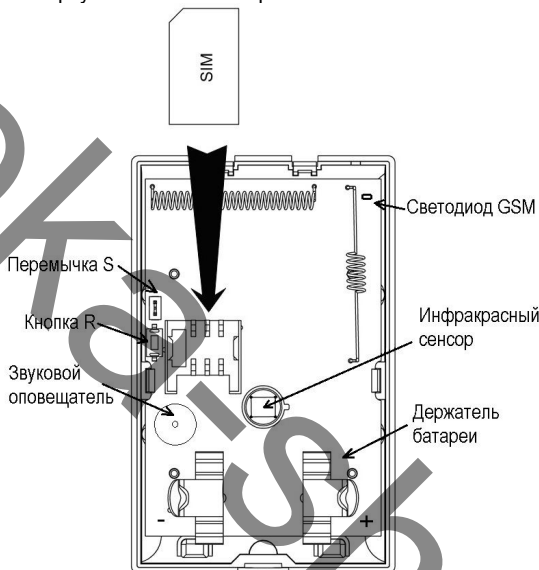

Рис.5 Установка SIM карты
Внимание! При работе с сигнализатором не касайтесь пальцами линзы инфракрасного приемника (см. рис.5). Это может снизить дальность обнаружения.
1. Установите SIM карту как показано на рис. 5
1. Убедитесь, что SIM карта установлена в соответствии с рис.5.